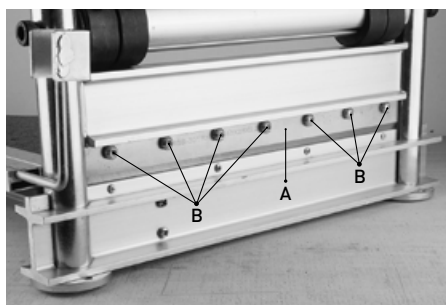

FIGURE 14
1. Pour retirer le couteau (Fig. 14-A), dévissez et retirez les sept vis à tête hexagonales (Fig. 14-B) en utilisant la clé hexagonale fournie. Retirez soigneusement le couteau.